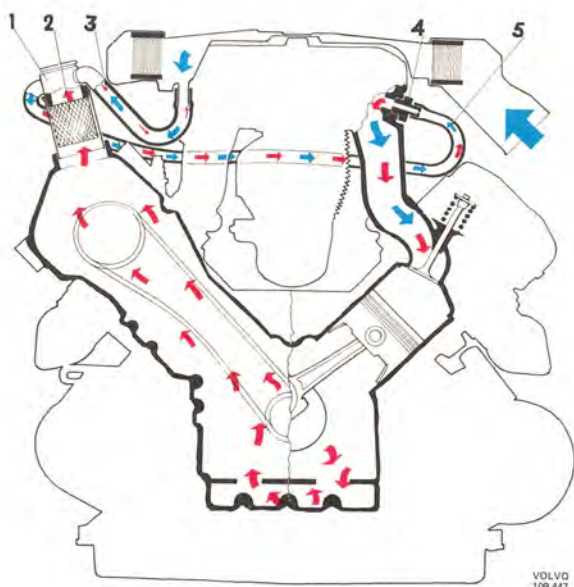

Bild 26.
Mellan insugningsröret och oljefällan (1 bild 26) som är ansluten till ventilkåpan, finns en slang (5). Mellan luftrenaren och oljefällan finns slangen (3).